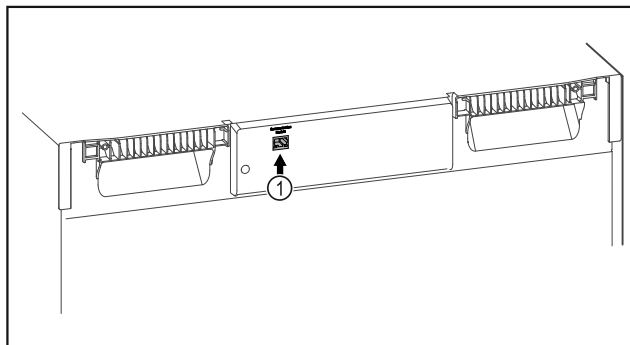

Fig. 95
- ☐ SmartModule Fig. 95 (1) je nasadený.